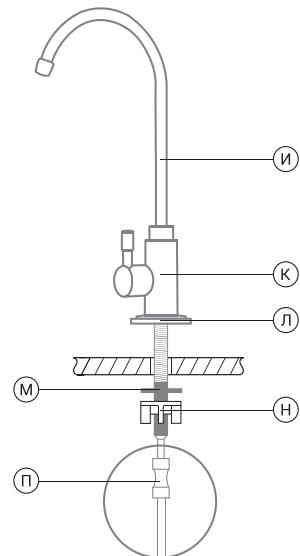

Рис. 15
2. Произведите монтаж крана (рис. 15) в следующей последовательности:
4. Фитинг 1/4" вместе с установленной в него трубкой подключите к штоку кран чистой воды (См. раздел присоединение гибких трубок (рис.15)).